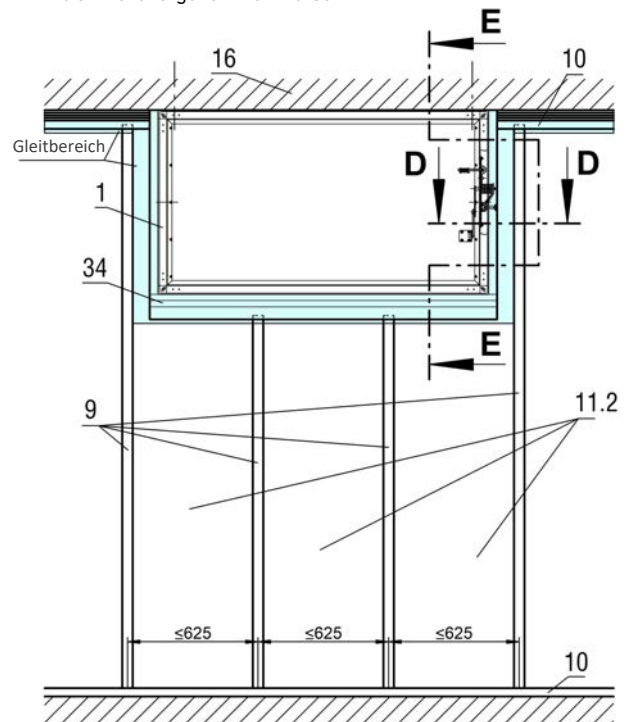
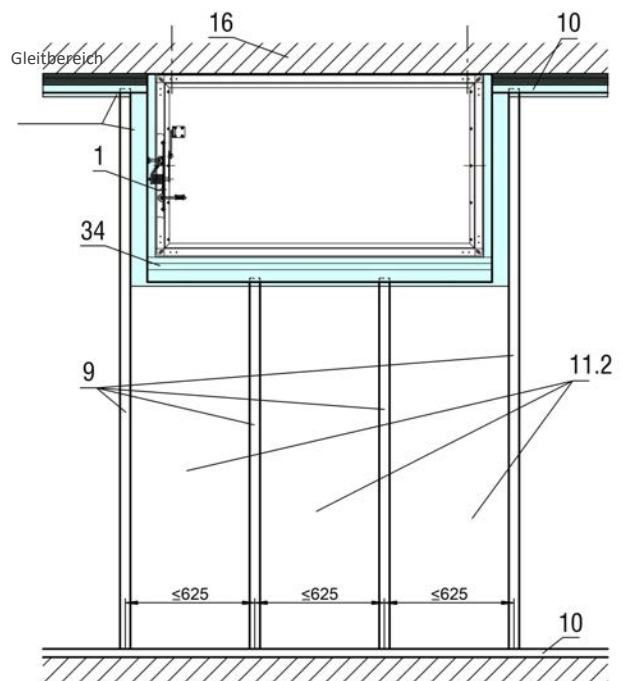

Abbildung 59: Metallständerwerk mit erforderlichen Auswechslungen für Einbausatz Typ GDL (dargestellt BxH 1500x800; R08 - R11 bzw. R58 - R61)
Abbildung 60: Metallständerwerk mit erforderlichen Auswechslungen für Einbausatz Typ GDL (dargestellt BxH 1500x800; R12 - R15 bzw. R62 - R65)
Im Gleitbereich (s. Abbildung 59 + Abbildung 60) hat der Einbau der Metallständerprofile nach Wandherstellerangaben zu erfolgen. Jegliche Befestigung der Beplankungen dürfen in diesem Bereich nicht vorgenommen werden.
- Einbringen der Mineralwolle (Pos. 11.2). Diese ist im gekennzeichneten Bereich (Abbildung 59) immer vorzusehen.
- Montage der beidseitigen Beplankungen (Pos. 12). Verschraubungen dürfen im gekennzeichneten Bereich (Gleitbereich; Abbildung 59) nicht vorgenommen werden. Beplankungen und CW-Ständerprofile sind um das Durchbiegungsmaß verkürzt einzubauen. Seitlich sind die Beplankungen bis 2^{+1} mm an den Einbausatz Typ GDL heranzuführen. Die Befestigung der Beplankung darf nur in den CW-Ständerprofilen erfolgen, mit einem auf das Durchbiegungsmaß (≥ 10 mm bis ≤ 20 mm) bezogenen Abstand zum UW-Anschlussprofil bzw. U-Profil (Pos. 34.8), um ein einwandfreies Gleiten dieser zu ermöglichen.